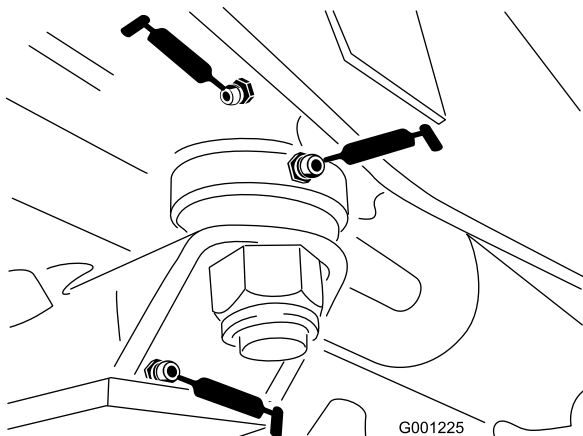

Рисунок 42
- Подшипники пластины рулевого управления (Рисунок 42)
- Втулка шкворня оси (Рисунок 42)